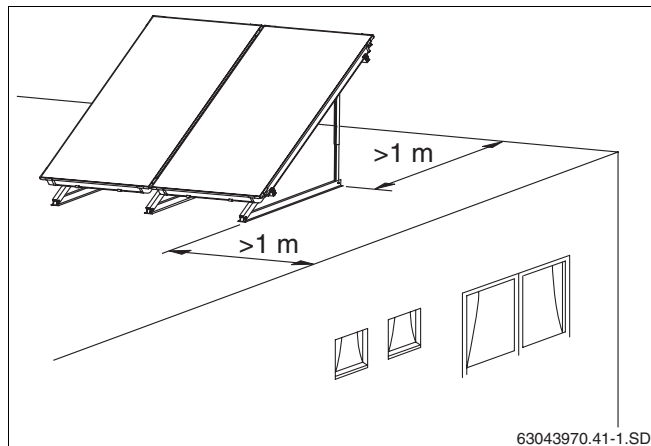

Fig. 15 Distance par rapport au bord du toit
- Veillez à prévoir un écartement d'au moins un mètre avant le montage, entre les supports et le bord du toit terrasse (fig. 15).